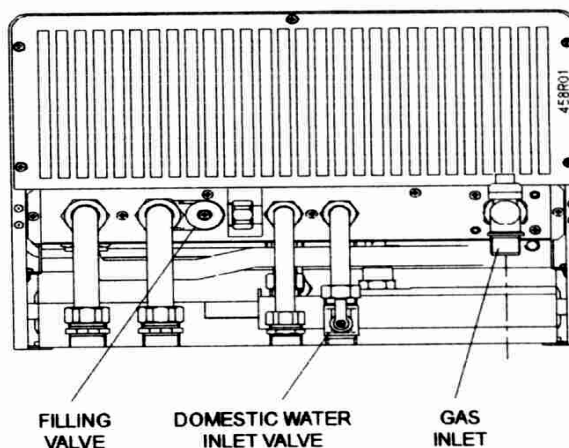

Рис.8
- Постепенно открывать специальный клапан заполнения установки (См. Рис.8)